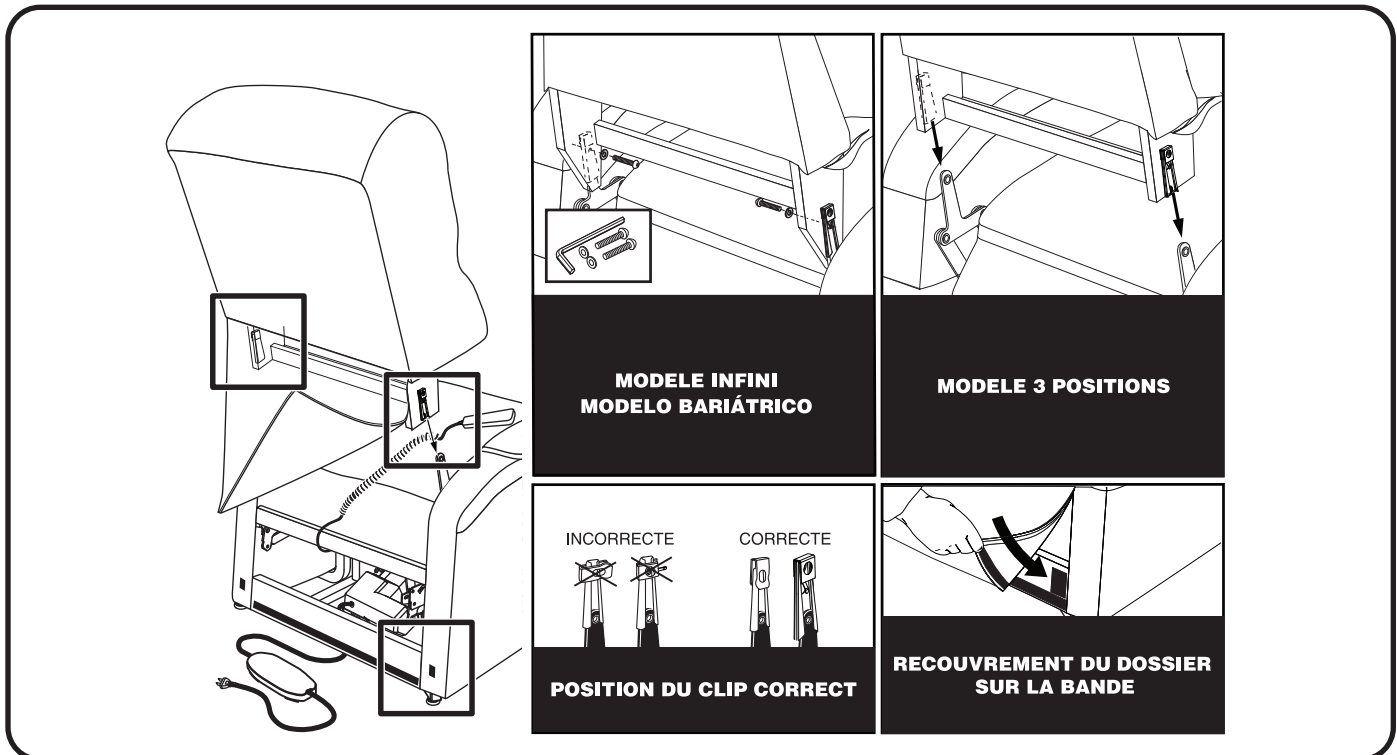

Figura 4.1 Montaje del sillón
**NOTA: Si su sillón es un modelo Infinite, vea las instrucciones de montaje que vienen con el sillón. Para el modelo de 2 posiciones, las mangas KD se encuentran en el interior, tal como se muestra en la figura 4.1.**